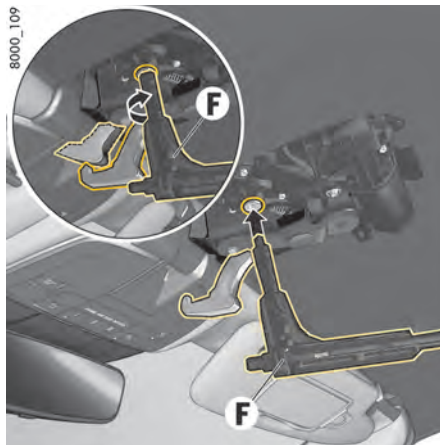

図 66: コンバーチブルトップのロック
- 5 コンバーチブルトップを完全に閉じる場合、ラッチフックがキャッチに完全に噛み合い、コンバーチブルトップが完全に閉じるまで、キー F を時計回りに回してください(回すときに抵抗を感じます 図.66)。